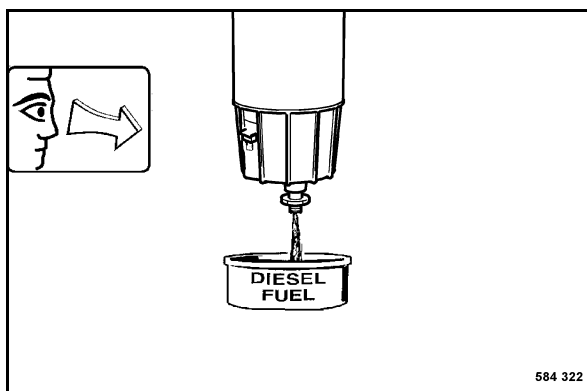

Fig. 146
- Desserrer le bouchon de vidange (Fig. 146) de quelques tours et recueillir le carburant écoulé.